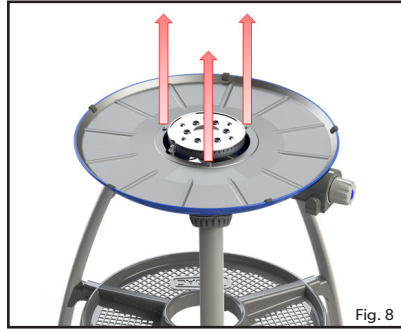
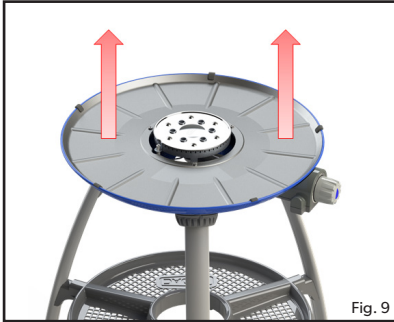

Fig. 8
Fig. 9
- Pour remplacer l'injecteur : retirez les trois vis de la plaque de protection thermique (Fig. 8). Retirez la plaque de protection thermique (Fig. 9) en prenant soin de ne pas endommager l'électrode piézo-électrique. L'injecteur peut à présent être retiré à l'aide d'une clé adaptée (Fig. 10). Ne pas utiliser de pince sur l'injecteur car elle pourrait l'endommager et le rendre inutilisable ou impossible à retirer. Visser le nouvel injecteur sur la valve. Ne pas trop le serrer car cela pourrait l'endommager.